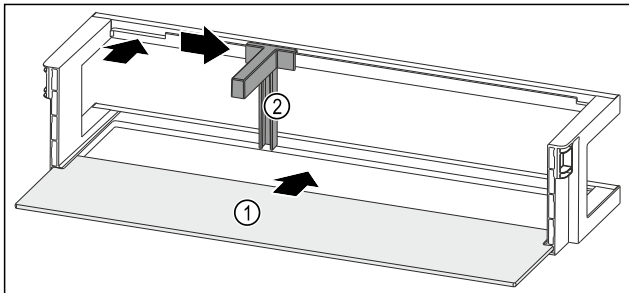

Fig. 243 Türabsteller mit Abstellfläche
- ▶ Abstellfläche Fig. 243 (1) in die seitlichen Aussparungen einschieben.
- ▶ Flaschenhalter Fig. 243 (2) in die Aussparung einsetzen.
- ▶ Flaschenhalter Fig. 243 (2) in gewünschte Position zur Seite schieben.